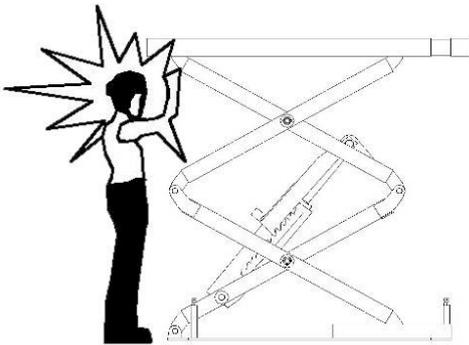

Figura 9
**RISCOS DE IMPACTO (Figura 9)**